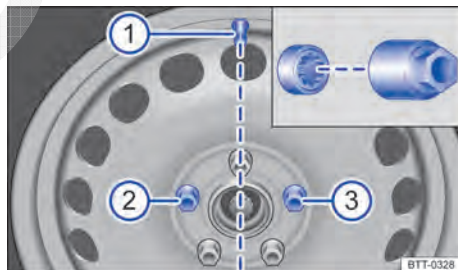

Fig. 257 Troca de roda: Válvula do pneu ① e locais de instalação do parafuso de roda antifurto ② ou ③.
Antes de colocar a calota integral, o parafuso de roda antifurto deve ser aparafusado na posição ⇒ Fig. 257  ou ⇒ Fig. 257 . Do contrário, a calota integral não pode ser montada.
A calota integral da roda deve ser pressionada sobre o aro de tal modo que o recorte da válvula se posicione sobre a válvula do pneu ⇒ Fig. 257 . Ao colocar a calota integral, atentar para que se encaixe com segurança em toda a circunferência. <
O parafuso de roda antifurto deve estar aparafusado em uma roda com calota integral na posição ⇒ Fig. 257 ② ou ③. Do contrário, a calota integral não pode ser montada.